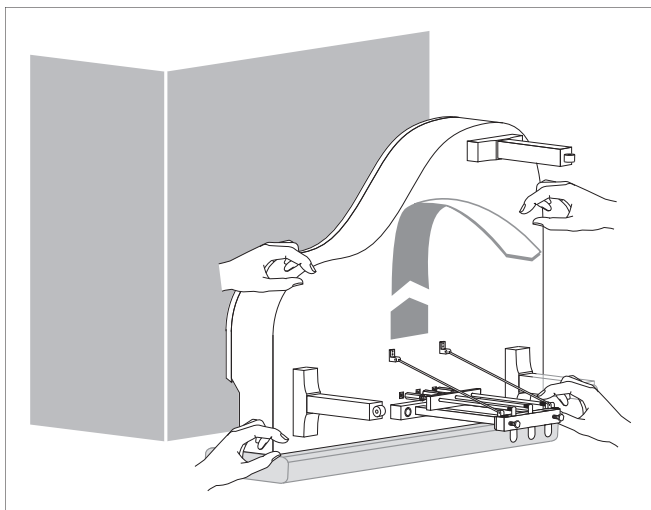

Fig. 2.6: Instalación del piano
- 10) Colocar el piano en posición vertical. Asegúrese de sujetar el piano como se indica en la Fig. 2.6. Esta posición minimiza el riesgo de perder el control del instrumento. Levantar el piano uniformemente, girarlo y ponerlo en el suelo procurando que todas las patas toquen el suelo simultáneamente.